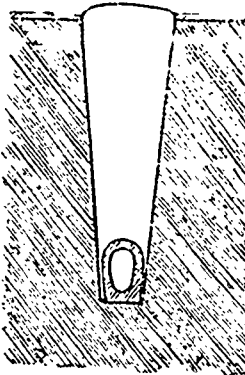

Fig 8 Fossé de drainage, avec tuile
25. Les gravures suivantes indiquent de quelle manière se font les drains, tant en pierre qu'en brique. La figure 8 représente un drain ouvert, de 14 pouces de largeur au haut, et n'ayant au bas que la largeur du tuyau.